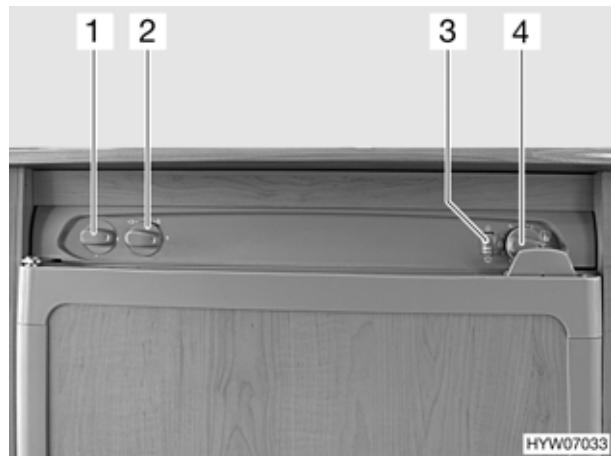

Fig. 131 Comandi del frigorifero (variante 2)
- Posizionare il selettore di energia (Fig. 131,2) su gas .
- Spostare il pomello girevole (Fig. 131,4) in posizione 5, premerlo e mantenerlo premuto. L'alimentazione di gas è ora aperta. L'accensione avviene automaticamente. È udibile un ticchettio fino a quando procedura di accensione non è stata portata a termine.
- Mantenere premuto il pomello girevole finché l'indicatore di fiamma (Fig. 131,3) non diventa verde e poi rilasciarlo. Quando la fiamma si spegne, l'apparecchio di accensione ripete automaticamente il procedimento di accensione.
- Impostare la temperatura di refrigerazione con il pomello girevole (Fig. 131,4).
- Posizionare il selettore di energia (Fig. 131,2) su "O". Il frigorifero è spento.
- Posizionare il selettore di energia (Fig. 131,2) sull'alimentazione a 230 V
- Impostare la temperatura di refrigerazione con il pomello girevole (Fig. 131,1).
- Posizionare il selettore di energia (Fig. 131,2) sull'alimentazione a 12 V